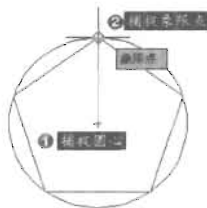

图 3-70
(3) 单击“绘图”工具栏上的“正多边形”按钮, 绘制一个内接于圆的正五边形, 如图 3-70 所示, 命令执行过程如下。